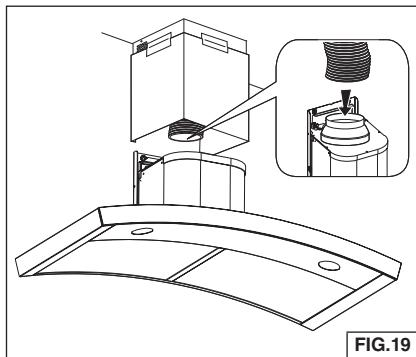

FIG.19
- Estire el conducto expansible, fíjelo al adaptador de 5" a 6" y coloque cinta adhesiva en las juntas. Fig. 19.